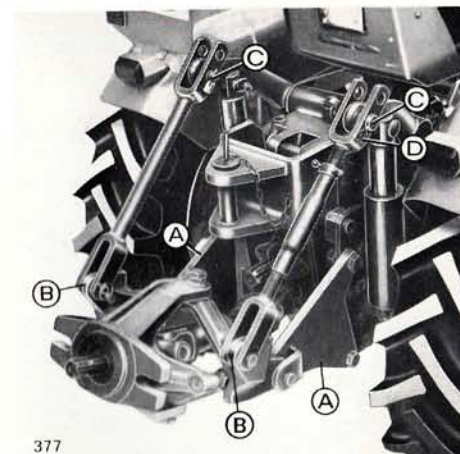

Fig. 74 - Groupe articulation pour fraise
Le tracteur série 500 peut être équipé d'un groupe articulation pour fraise servant pour l'attelage d'outils et en particulier de la fraise type "28" que nous fabriquons. Pour appliquer correctement le groupe articulation il faut ôter les deux bras de relevage et le crochet de traction; ensuite appliquer les deux brides **A** au tracteur et les deux attaches **B** aux tirants de relevage comme dans la fig. 74.
N.B. - Les deux tirants de relevage dans la partie supérieure sont fixés à l'aide des chevilles C (fig. 74) dans le premier trou en bas comme indiqué par la décalcomanie D.
Si vous nécessitez du crochet de traction et du groupe articulation pour fraise en même temps, appliquez le crochet au tracteur comme dans la fig. 74.